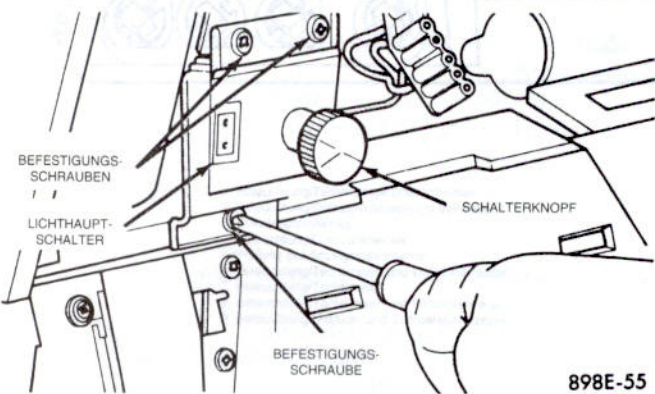

Abb. 2 – Befestigungsschrauben des Lichthauptschalters
- (2) Die drei Schrauben, mit denen die Halteplatte des Lichthauptschalters an der Instrumententafel befestigt ist, lösen (Abb. 2).